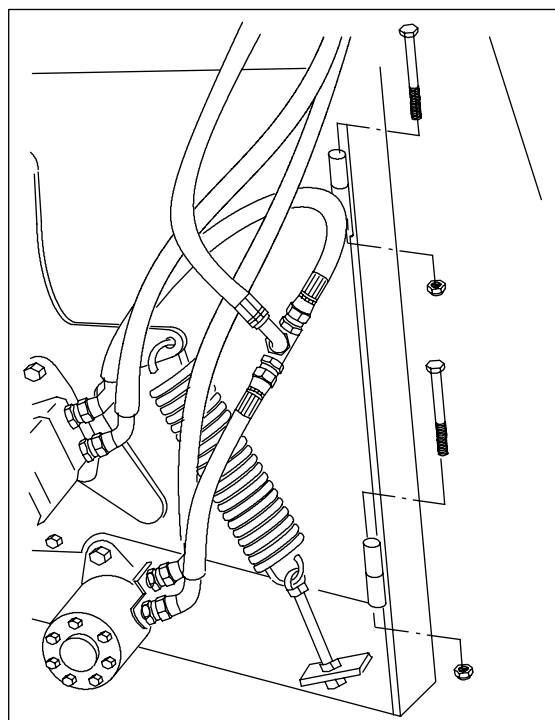

Рис. 4. Установка шарнирных болтов
2. Прикрепить питающий лоток к раме при помощи двух болтов M10x110 и закрепить гайки. Рис. 4.